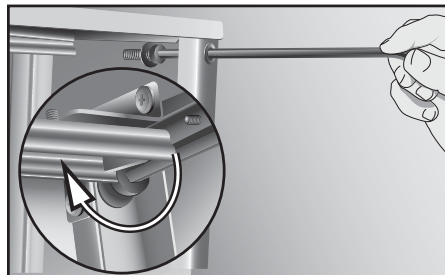

Figure 6
5. À l'aide de la clé à tube de 6 mm, installer les vis M10 x 30 et les rondelles plates comme l'illustre la **figure 6**.
À l'aide de la clé, **SERRER À LA MAIN** toutes les vis, comme l'illustre la **figure 6**.